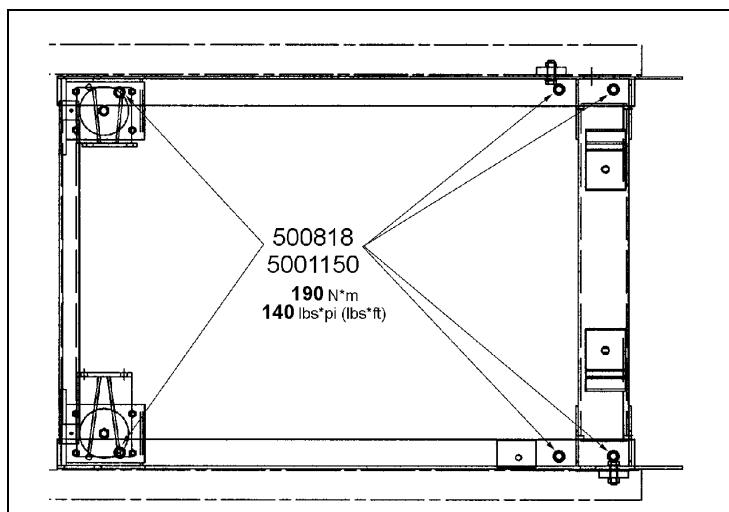
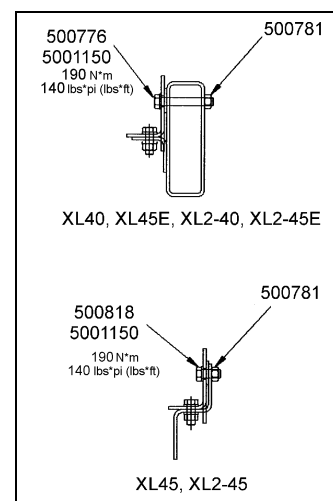

FIGURE 5 : BOULONS DE FIXATION VERTICAUX DU BERCEAU MOTEUR
FIGURE 6 : BOULONS DE FIXATION HORIZONTAUX
16. Installer le nouveau berceau moteur. Afin de bien positionner le berceau moteur, il est nécessaire d'aligner les trous des boulons de fixation horizontaux du berceau avec ceux des longerons (voir figure 6). Boulonner le berceau en place à l'aide de la quincaillerie fournie. Se référer aux figures 5, 6 & 7 pour identifier les boulons et connaître les couples de serrage. Certains trous de boulonnage ne s'alignent pas avec ceux se trouvant sur les assises du berceau moteur. Il sera nécessaire de repercer les assises pour recevoir les boulons.